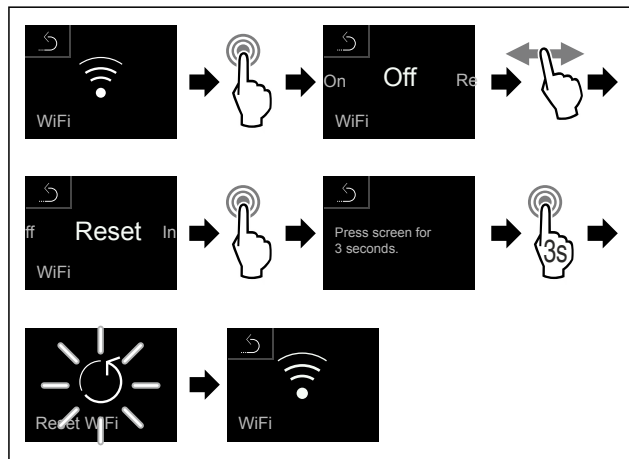

Fig. 98
- ▶ Eseguire i passaggi (vedere Fig. 98).